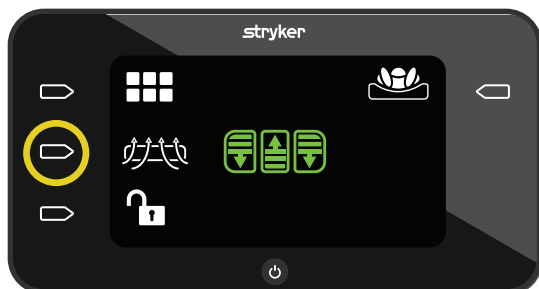

Rysunek 35 – Tryb AST włączony
2. Aby wyłączyć tryb AST, należy nacisnąć przycisk **działania** obok ikony **trybu AST** (Rysunek 35).